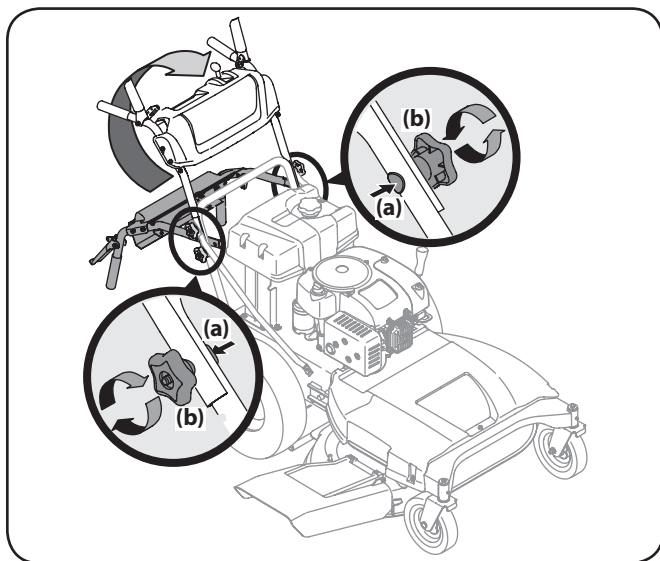

Figure 3-4
2. Relevez la poignée supérieure à la position de fonctionnement. Prenez garde de ne pas coincer ou endommager les câbles. Voir Figure 3-4.
3. Insérez les boulons de carrosserie (a) et les boutons étoile (b) retirés à l'étape 1. Voir Figure 3-4.
4. Serrez les boutons étoile et les boulons de carrosserie supérieurs et inférieurs pour fixer la poignée supérieure à la poignée inférieure. Voir Figure 3-4.